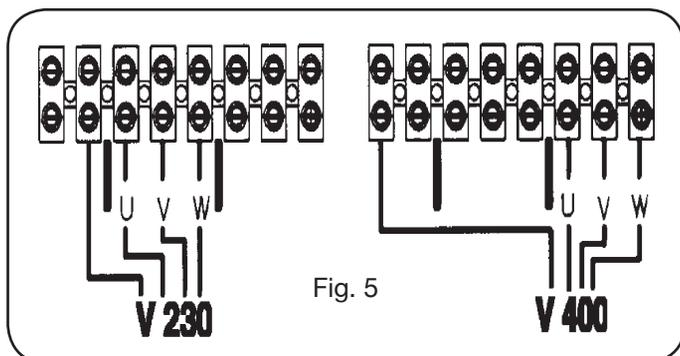

Fig. 5
• Om de voedingsspanning te veranderen moet het zij-element rechts worden weggehaald en moeten de verbindingen van het klemmenbord voor spanningsverandering worden gerangschikt zoals te zien is op de afbeelding 5.